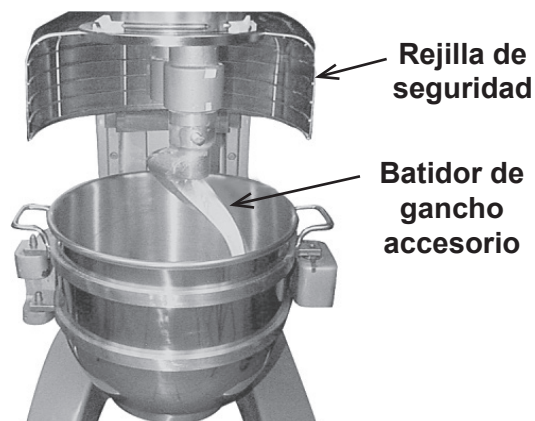

Fig. 4
4. Coloque el batidor en el cuenco y conéctelo al eje (Fig. 4).